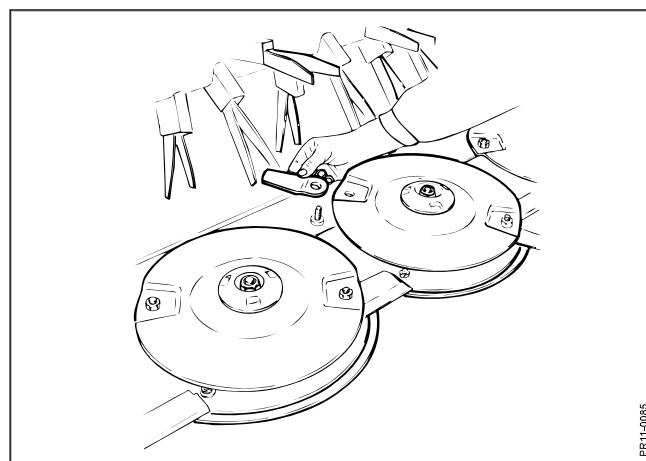

Fig. 6-9
- Fig. 6-9 För att uppnå tillfredsställande avskärning, är det viktigt, att knivar och motskär är intakta och skarpa. Knivbyte sker genom att avmontera knivbulten och dra denna neråt ut ur tallriken. Detta sker enklast, när kniven är i sitt främsta läge, så att bulten kan falla ut genom hålet i stenskyddet. Den gamla kniven tas bort och en ny monteras tillsammans med knivbulten. Knivarna kan användas på båda sidor, genom att man flyttar knivarna från en tallrik till en annan med motsatt rotationsriktning.